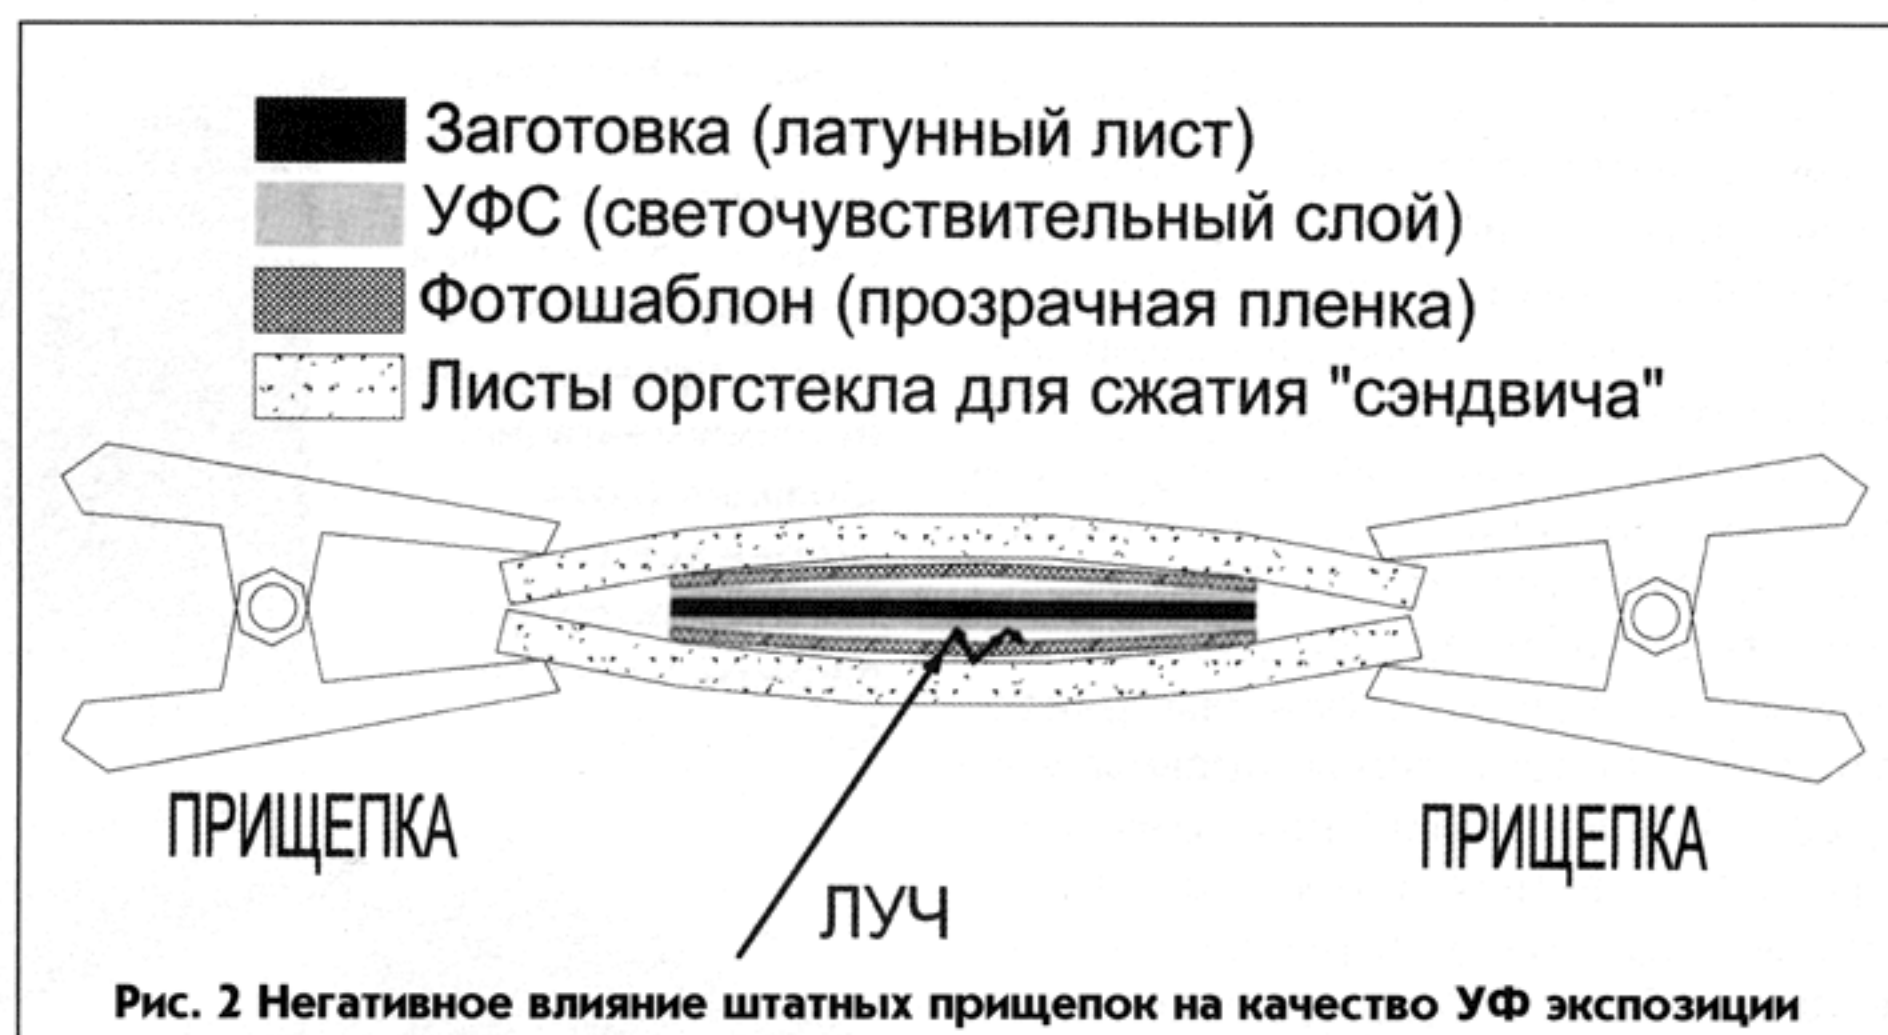

Рис. 2 Негативное влияние штатных прищепок на качество УФ экспозиции
(12) Несмотря на простоту и кажущееся удобство использования прищепок («штатных» или аналогичных – можно даже использовать бельевые) для сжатия всего «сэндвича» воедино, я быстро пришел к выводу, что их использование скорее вредит, и в большинстве случаев недопустимо. **Рис. 2** поясняет суть проблемы: под усилением прищепок, сжимающих «сэндвич» с четырех сторон, возникает невидимое глазу взаимное сближение пластин оргстекла по краям, – с соответствующим «вздуванием» в центре. Это «вздувание» очень опасно, так как исчезает сила, прижимающая фотошаблон к заготовке в центре. Даже легкая (0,05 мм !!!) неплотность прилегания фотошаблона сводит «на нет» всю работу моделиста, так как из-за дифракции УФ лучей в толще оргстекла какая-то их часть непременно «заглянет» под фотошаблон, подзасвечивая те участки, которые должны быть незасвеченными. Результат такого брака виден сразу после завершения экспозиции: рисунок на заготовке «вялый» и имеет нерезкие края. Попытка протравить такую заготовку приводит к неровным (шершавым, зазубренным, непараллельным) краям полученных металлических деталей. Это можно исправить дальнейшей механической обработкой, если детали – крупные (например, корпусные). Однако если вы хотите получить тонкие детали (решетки, настилы, головки болтов и пр.), то разочарование неизбежно, – надо смыть УФС и начинать ламинировать заново...
(13) Эти ванночки можно легко заменить любыми широкими сосудами из подходящего инертного материала (стекло, полиэтилен, фторопласт, фарфор, керамика, эмалированная металлическая посуда). Пригодность материала определяется лишь его сопротивлением действию щелочи средней концентрации. Я предпочитаю использовать для более крупных заготовок полиэтиленовые (не пенопластовые !!!) контейнеры с крышкой от фирменного мороженого в килограммовой расфасовке, продаваемого в супермаркетах. Чем более плоское дно у сосуда – тем меньший объем щелочи достаточен для погружения заготовки. Явная экономия – с учетом того, что при использовании раствора щелочи быстро засоряется хлопьями